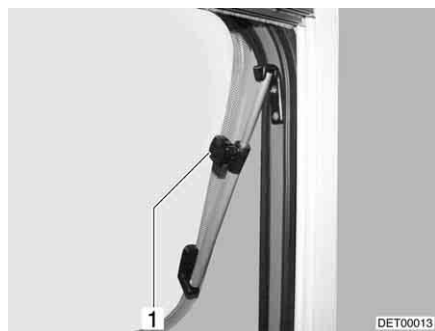

Fig. 73 Ventana abatible con soporte giratorio
- Abrir la ventana abatible hasta la posición deseada y fijarla con el botón moleteado (Fig. 73,1).
- Girar el botón moleteado (Fig. 73,1) hasta que se libere el bloqueo.